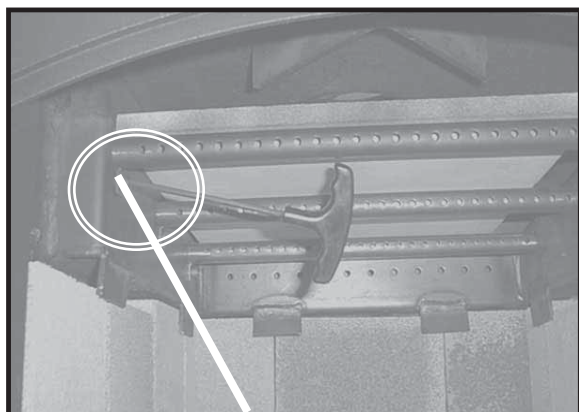

FIG. 38A Allen wrench on retainer bolt
3. With a 3/16" allen wrench, remove the 2 front secondary combustion tube retainer bolts on the secondary air channel under the end of the front tubes. **NOTE:** Soak the bolts with penetrating oil for at least 15 minutes before trying to remove them. **See Figure 38A.**
3. À l'aide d'une clé Allen de 4,5 mm (0,18 po), retirez les deux boulons retenant le tube de combustion secondaire avant situés sur le conduit d'air secondaire, sous l'extrémité des tubes avant. **REMARQUE:** Appliquez de l'huile sur les boulons pendant au moins 15 minutes avant d'essayer de les enlever. Reportez-vous à la figure 38A.